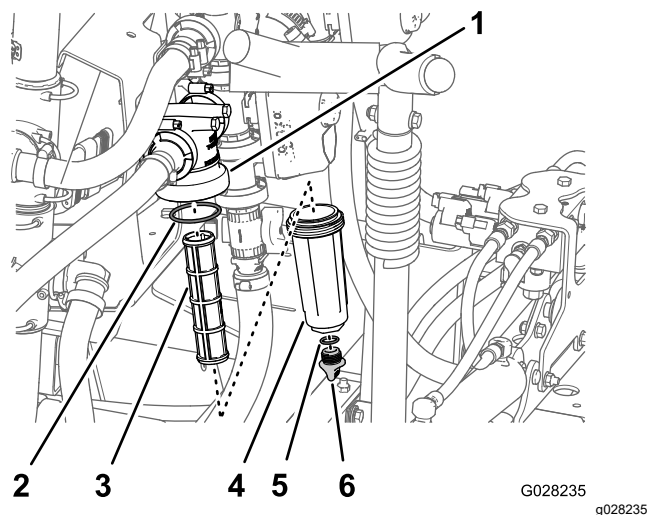

Рисунок 111
2. Поместите сливной поддон под фильтр линии нагнетания (Рисунок 111).
3. Поверните маслосливную пробку против часовой стрелки и снимите ее со стакана фильтра линии нагнетания (Рисунок 111).
4. Поверните стакан против часовой стрелки и снимите его с головки фильтра (Рисунок 111).
5. Извлеките старый элемент фильтра линии нагнетания (Рисунок 111).
6. Проверьте уплотнительное кольцо сливной пробки (расположенное внутри стакана) и уплотнительное кольцо стакана (расположенное внутри головки фильтра) на повреждения и износ (Рисунок 111).
7. Вставьте новый элемент фильтра линии нагнетания в головку фильтра (Рисунок 111).
8. Установите стакан на головку фильтра и затяните вручную (Рисунок 111).
- Установите пробку в стакан и затяните ее от руки (Рисунок 111).